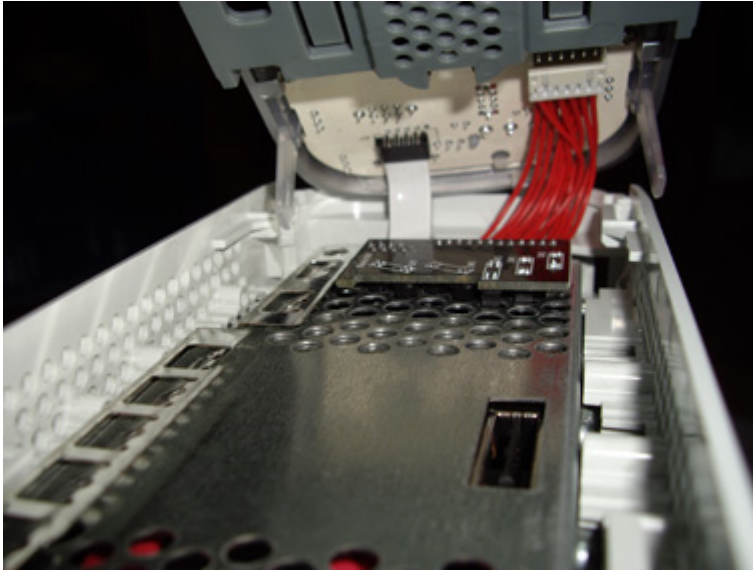

Imagen 7B
21. Debemos asegurarnos que todas las conexiones están firmes antes de colocar el Blaster 360 en su lugar final (imagen 7B).